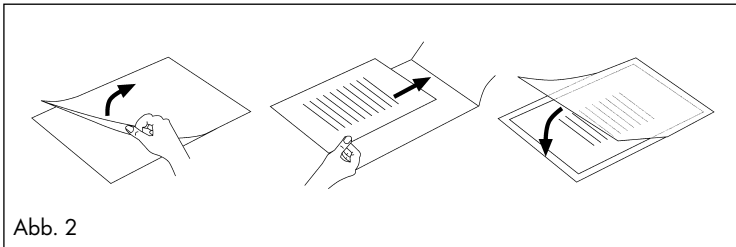

Abb. 2
- ▶ Beachten Sie, dass Sie lediglich eine Folie zum Laminieren verwenden. Klappen Sie diese vorher auf, wie beispielsweise in Abb. 2 dargestellt.